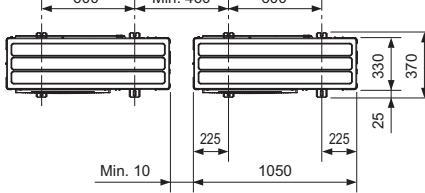

Fig. 3-1
① M10 (3/8") bolt
② Monteringsplade
③ Så lang som muligt.
④ Ventilationsåbning
⑤ Grav enheden et stykke ned i jorden
- Enheden skal monteres på en solid, plan overflade for at forhindre raslyde under anvendelsen. (Fig. 3-1)